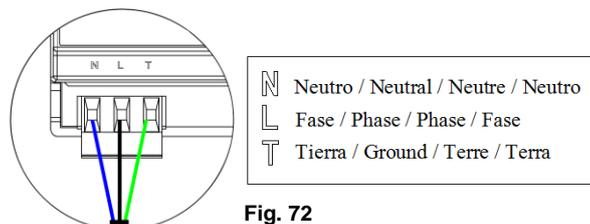

Fig. 72
La conexión de alimentación eléctrica al módulo la realizaremos mediante una borna de 3 pines ubicada en la parte inferior izquierda del módulo (Fig. 70) ①. Para ello fije el cable con los tornillos de la borna, **respetando la polaridad de las bornas** (Fig. 72).